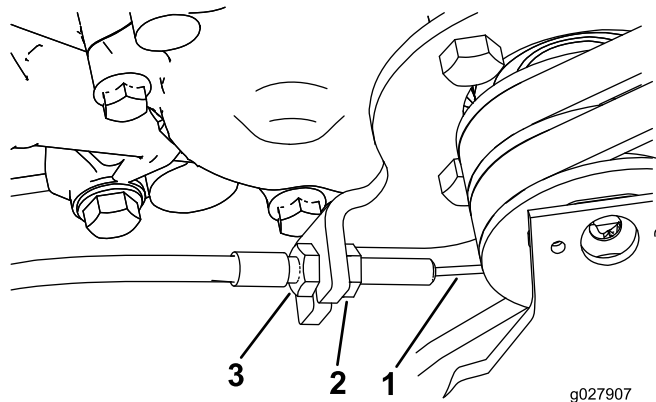

图43
3. 要增加拉线的张力，应拧松前拉线锁紧螺母并拧紧后拉线锁紧螺母（图 43），直至达到接合牵引控制装置所需的 2.75~3.25kg 的作用力。